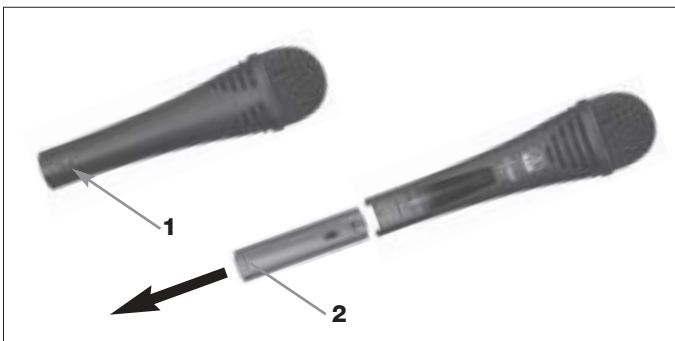

Fig. 6 : Déposer le module à connecteur XLR
- Voir Fig. 6
1. Dévissez la vis de fixation (1).
2. Sortez le module à connecteur XLR (2) du corps du micro.
3. Revissez la vis de fixation (1) à sa place sur le module à connecteur XLR pour éviter de la perdre.